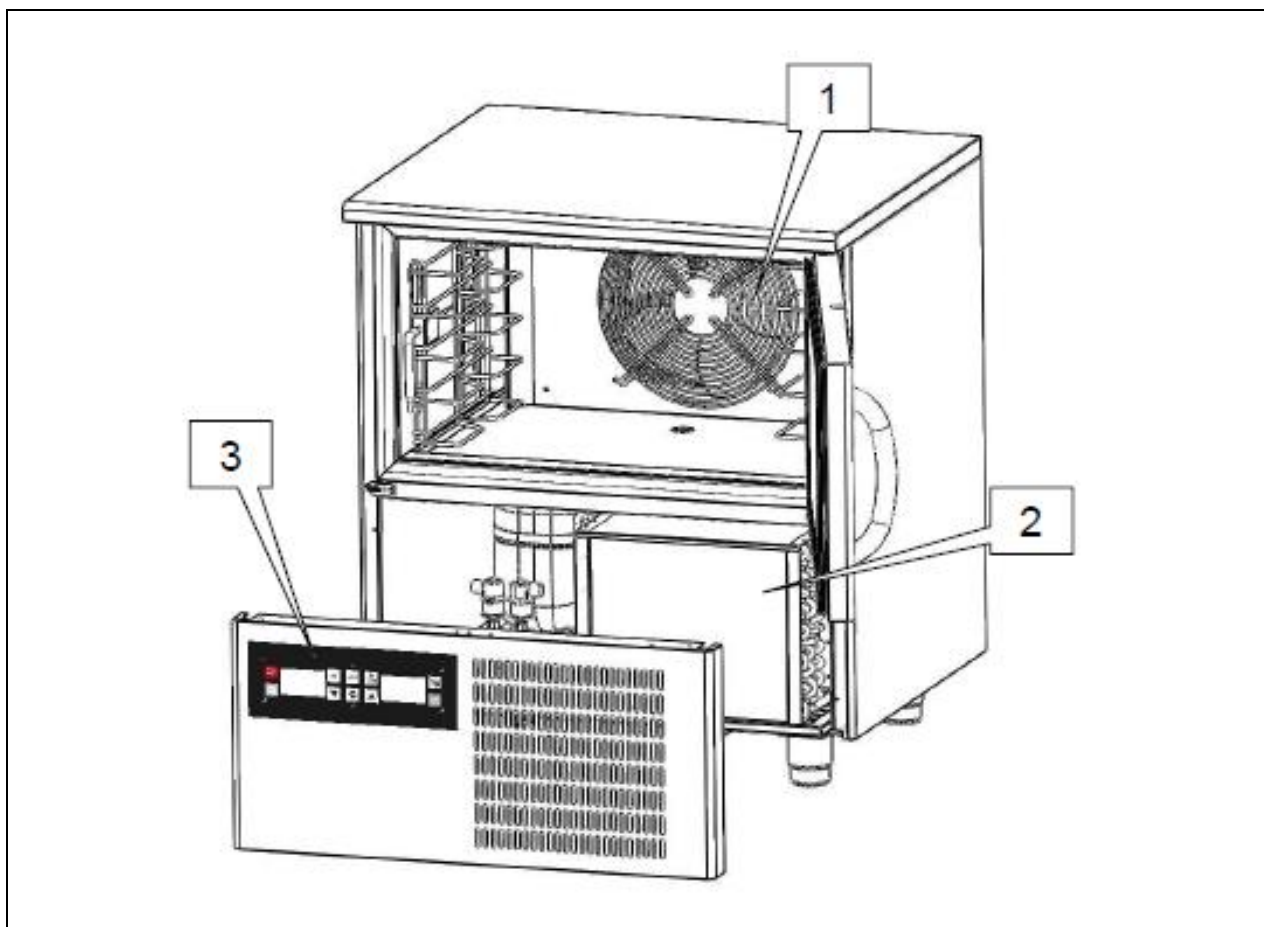

Fig. 3
- unità condensatrice (rif. 2, fig. 3);
- unità evaporante (rif. 1, fig. 3);
- pannello di controllo (rif. 3, fig. 3)